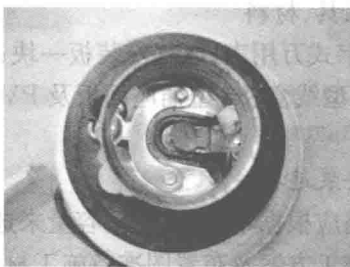

图 1-20 灯座导线的接入
(7) 零线接入螺口平灯座与螺纹连接的接线桩头上,相线接入螺口平灯座中心铜片的接线桩头上,操作方法如图 1-20 所示。